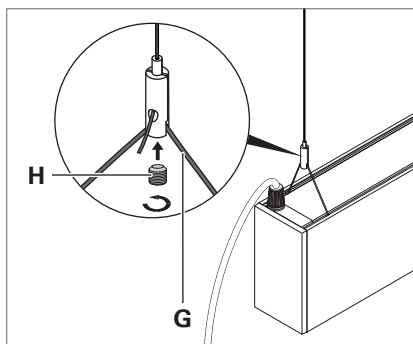

Fig. 22: Fissaggio dell'apparecchio al fermacavo.
- ▶ Portare il cavo metallico **G** dell'apparecchio nel fermacavo, vedi Fig. 22.